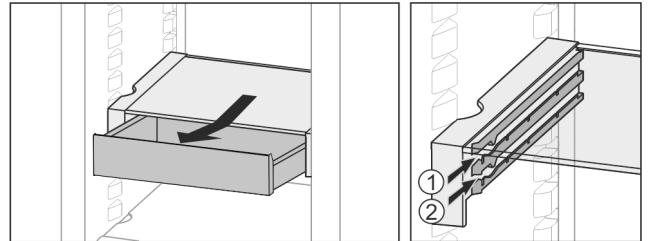

Fig. 31
- ▶ Introdúzcalo a la altura deseada Fig. 31 (1) o Fig. 31 (2).